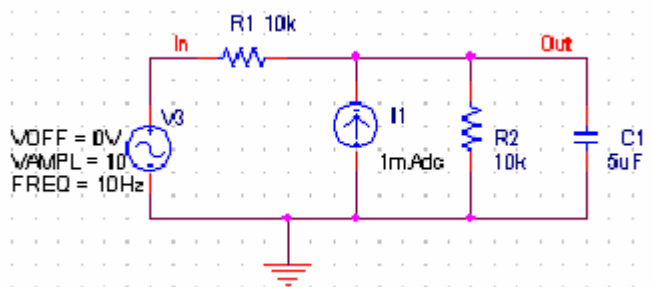

图 15: 具有正弦输入的电路
8. 瞬态分析最后的例子是用一个正弦信号 VSIN。电路示于图 15。我们设正弦的幅度为 10V，频率为 10 Hz。